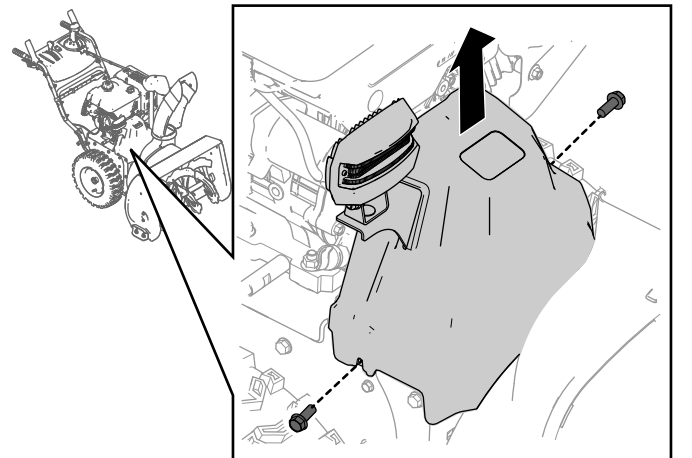

Figura 1
1. Retire los 2 tornillos que sujetan la cubierta de la correa (Figura 1).
2. Retire la cubierta de la correa (Figura 1).